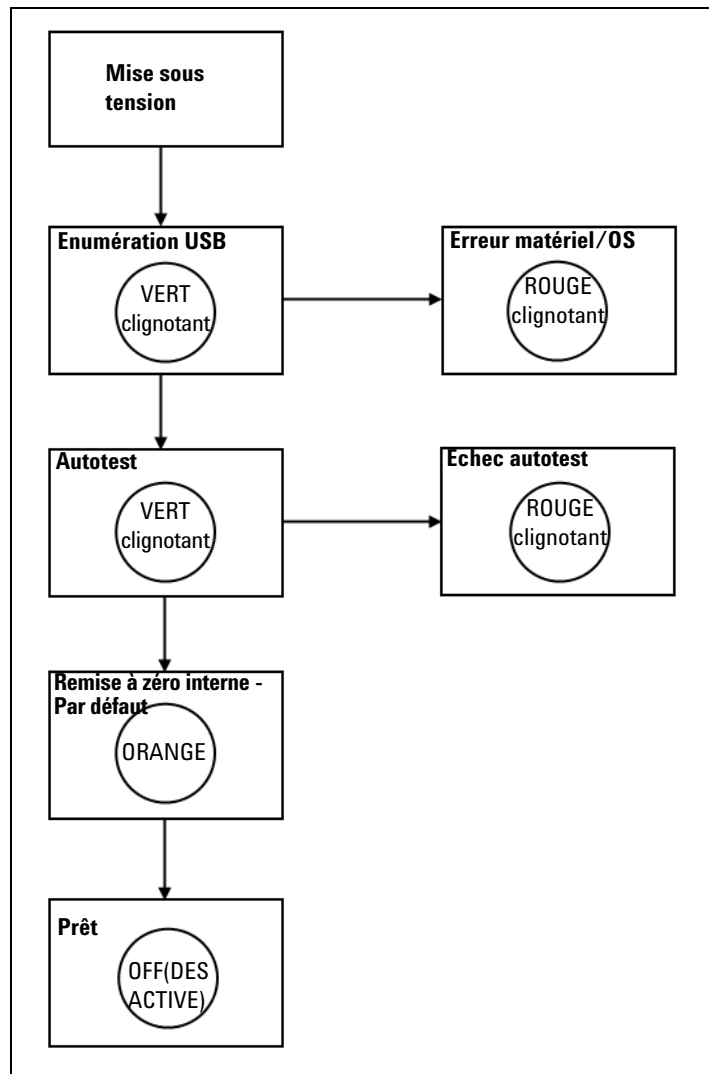

Figure 1-1 Séquence d'indications du voyant - Mise sous tension
- Figure 1-1 Séquence d'indications du voyant - Mise sous tension 5